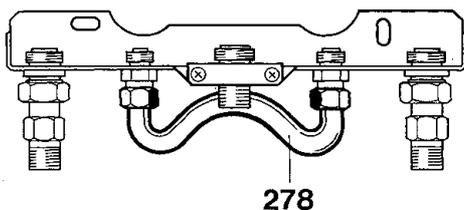

Bild 11
Werden die Geräte ohne Warmwasserspeicher betrieben, muß eine Kurzschlußverbindung (278) zwischen Vor- und Rücklauf eingebaut werden (s. Bild 11).